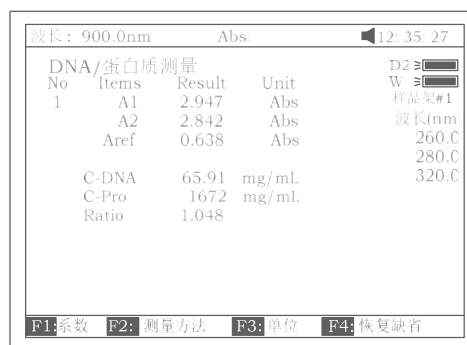

图 65
b. 待测样品拉入光路中，按【START】键开始测量。最后测量结果显示如图 65。
- 图 65 中, 按【SAVE】键, 再输入文件名后按【ENTER】确认即完成测试结果的存储。
- 图 65 中, 按【PRINT】键即可打印出测试报告, 图 67。